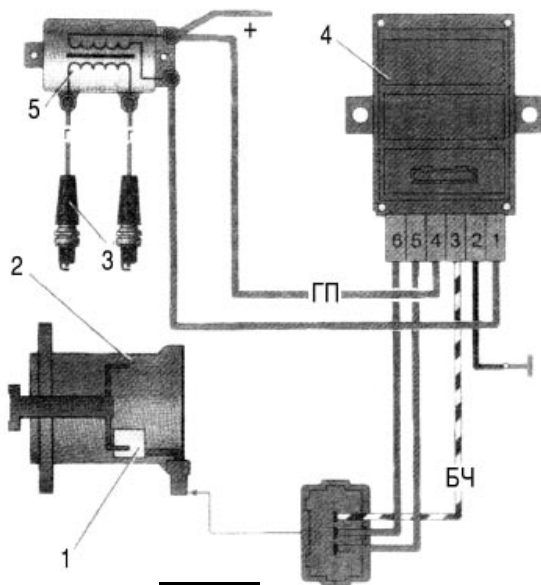
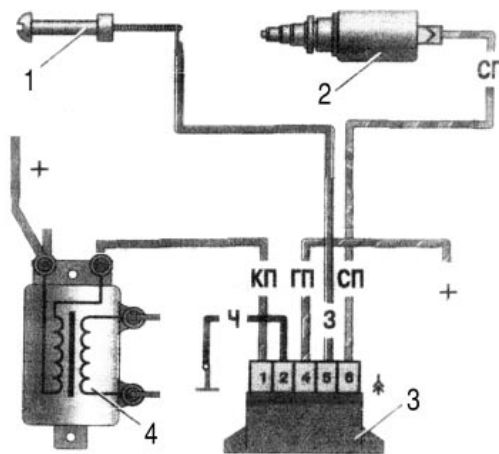

рис. 1
рис. 2
На **рис.1** представлена схема бесконтактной системы зажигания, где 1 - бесконтактный датчик Холла; 2 - датчик-распределитель зажигания (модулятор); 3 - свечи зажигания; 4 - коммутатор; 5 - катушка зажигания. Система управления электромагнитным клапаном карбюратора (экономайзер принудительного холостого хода ЭПХХ) (**рис.2**) состоит из концевого выключателя карбюратора (1), электромагнитного клапана карбюратора (2), блока управления ЭПХХ (3), катушки зажигания (4).